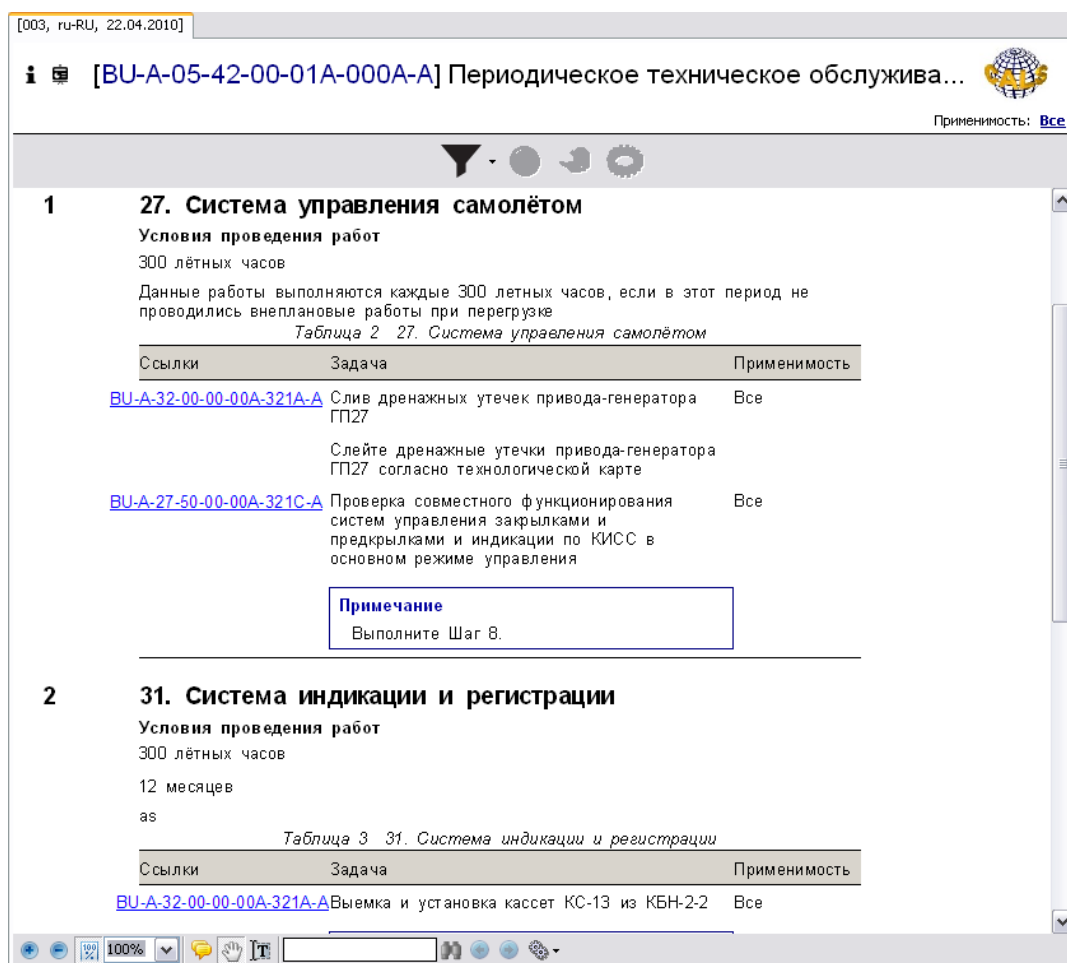

Рис. 9.105
5. В левом окне на вкладке **Структура** найдите название модуля данных и щелкните по нему левой кнопкой мыши. Справа появится окно просмотра с документом (Рис. 9.105).